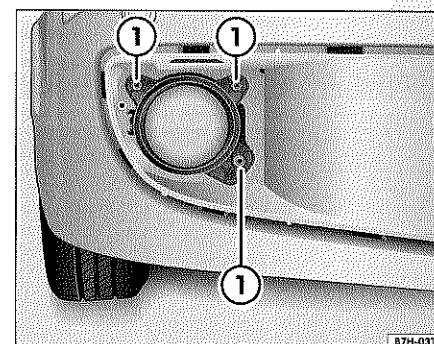

Fig. 40 Cambio de la lámpara de los faros antiniebla
1. Desenrosque los tres tornillos Torx ⇒ fig. 40 ① del faro antiniebla con un destornillador Torx ²²⁾.